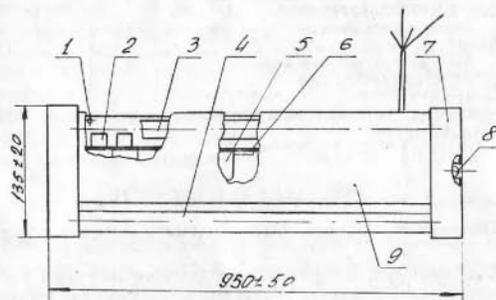

Рис. 1. Общий вид облучателя ОБН-150
4.2. Облучатель (рис. 1) состоит из корпуса 6, экрана 9 для лампы 3, аппаратов пускорегулирующих 5, стартеров 2 и двух крышек 7, крепящихся к корпусу винтами 8. На стенке корпуса имеются два отверстия для подвеса на стену. В облучателе помещены открытая 4 и экранированная 3 лампы с отдельными выводами для раздельного их включения. Выключатель для открытой лампы устанавливается вне облучаемого помещения и заводом не поставляется.